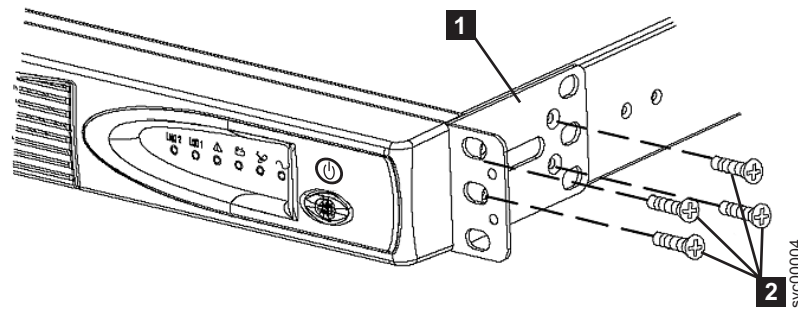

図 315. 2145 UPS-1U 用サポート・レールのラックへの取り付け
3. 図 315 に示すように、取り付け金具ごとに 4 つの M3 × 6 ねじ **2** を使用して、取り付け金具 **1** の長い側を 2145 UPS-1U の各側面に取り付けます。